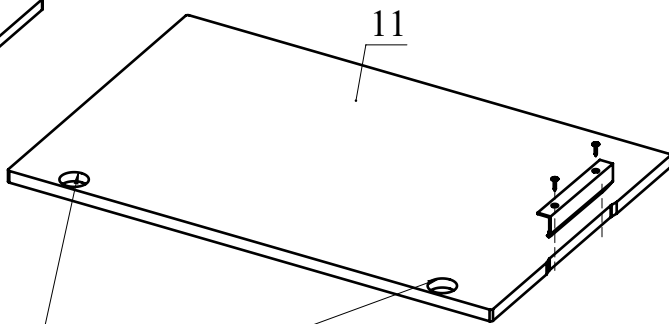

Рис.2
2. С помощью шурупов 3,5x16 закрепите ручки на деталях 10, 11 (Рис. 1, Рис. 2).
3. При помощи шурупов 3,5x16 закрепите петли вложенные на детали 11 (Рис.2).